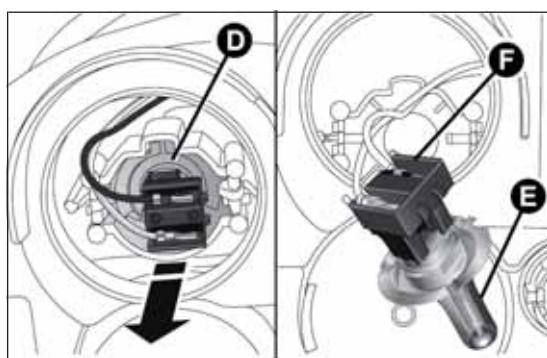

fig. 175
- rimuovere il gruppo connettore + portalampada D fig. 175 sfilandolo verso l'esterno;